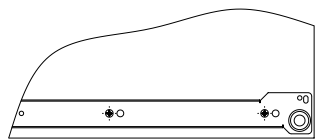

Рис.1
1. При помощи шурупов 3,5x16 установить направляющие длиной 450 мм на боковины 2, 3. **Внимание:** данные направляющие закрепляются во вторые (большие) отверстия (Рис. 1).